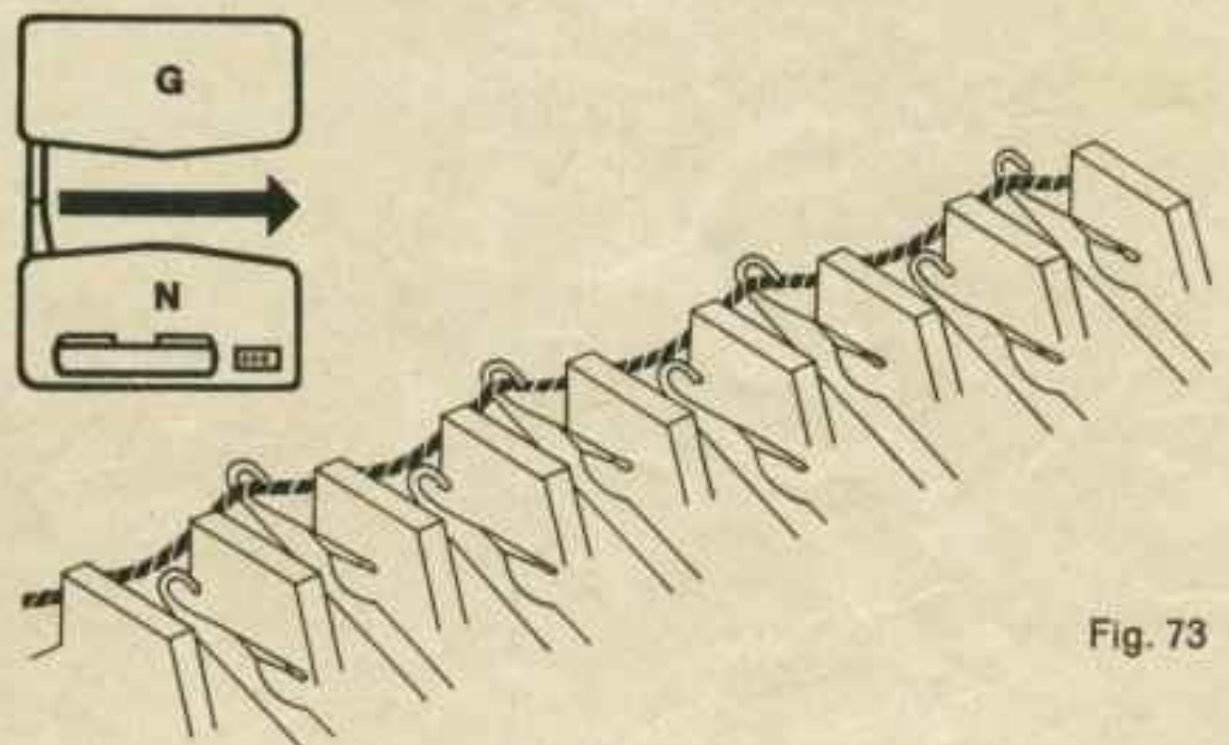

Fig. 73
2. Gang: die fehlenden Nadeln in Arbeit vor, Fig. 73, Schloss nach rechts.